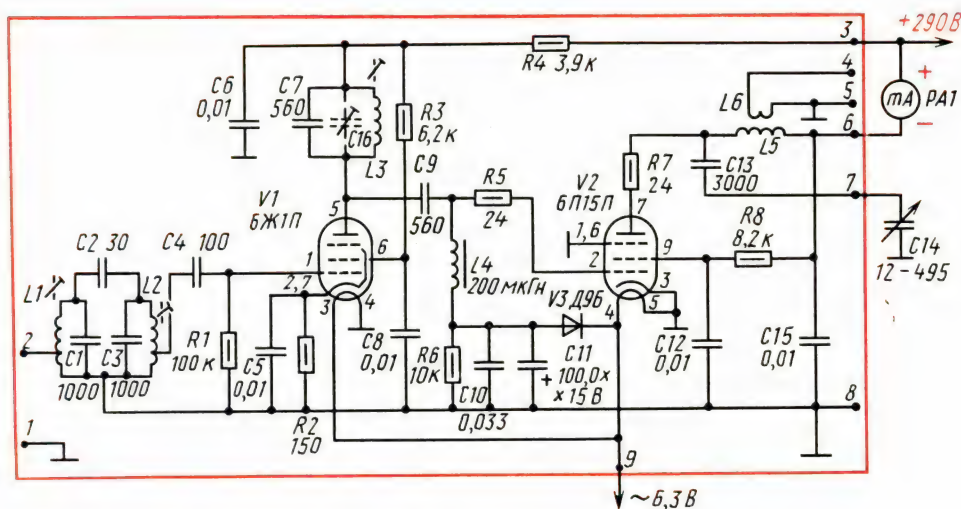

Рис. 398. Схема усилителя мощности на электронных лампах
**Ламповый усилитель мощности.** Принципиальная схема такого варианта усилителя мощности трансивера приведена на рис. 398. В первом его каскаде работает высокочастотный пентод 6Ж1П (V1), во втором – мощный выходной пентод 6П15П (V2). Источником питания анодных и экранирующих сеток ламп служит выпрямитель с выходным напряжением постоянного тока 290 В, а нитей накала – переменное напряжение 6,3 В понижающей обмотки сетевого трансформатора блока питания. Положительное напряжение выпрямителя подается на анод и экранирующую сетку лампы первого каскада через вывод 3 платы и развязывающий фильтр R4C6, на анод и экранирующую сетку лампы второго каскада – через миллиамперметр РА1 и вывод 6, а переменное напряжение на нити накала ламп – через вывод 9. Вывод 8 платы является общим для цепей питания ламп усилителя. Выводы 4 и 5, как и выводы 9 и 10 транзисторного усилителя, предназначены для подключения антенны.
Налаживают ламповый усилитель мощности так же, как его транзисторный вариант: при подключенном к выводам 4 и 5 эквивалента антенны и подаче на входной вывод 2 сигнала ГСС частотой 1900 кГц и амплитудой 30–50 мВ. На сигнал этой частоты контуры полосового фильтра настраивают подстроечными сердечниками катушек L1 и L2, а анодного контура лампы V1 — сердечником катушки L3. Если контур L3C7 не удастся настроить только подстроечным сердечником катушки, в него можно включить дополнительный керамический подстроечный конденсатор C16 с наибольшей емкостью 100–150 пФ, показанный на рис. 398 штри-